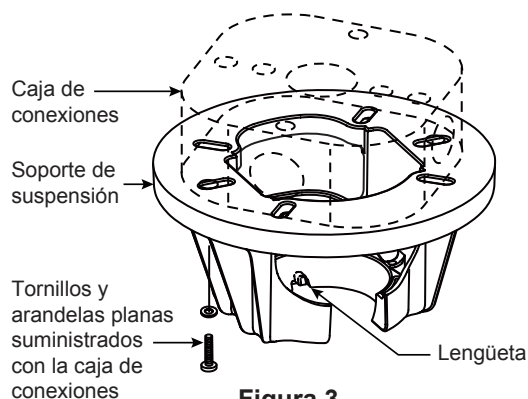
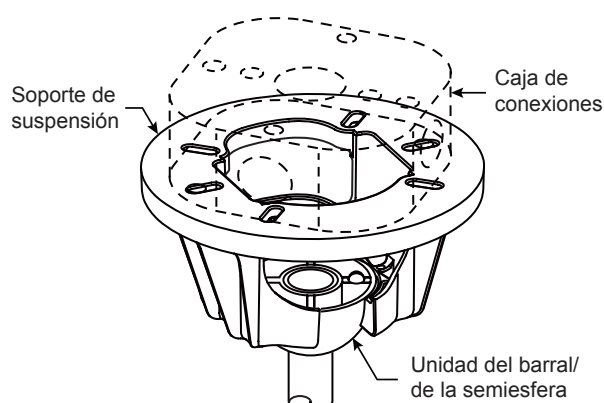

Figura 3
Figura 4
4. Coloque el soporte de la varilla y alinee los orificios de la clavija de horquilla en ambas piezas. Instale la clavija de horquilla y asegúrela con la pinza de horquilla. Fije los dos tornillos de presión y las tuercas de seguridad en el soporte de la varilla interior. Fije con seguridad el set de tornillos con el destornillador y luego fije bien las tuercas con una llave hexagonal. (Figura 4)
- ☐ 1. Fije bien el soporte de suspensión a la caja de conexiones con los tornillos y las arandelas planas suministrados con la misma. (Figura 3)
NOTA: Se deben pasar los tornillos de la caja de conexiones a través de los orificios que se encuentran en el soporte de suspensión. (Figura 3)
- ☐ 3. Con cuidado, levante el ventilador y apoye la unidad del barral/de la semiesfera en el soporte de suspensión que acaba de fijar a la caja de conexiones. (Figura 4) Asegúrese de que la ranura en la semiesfera esté alineada con el reborde del soporte de suspensión. (Figura 3)
- ☐ **3.** Realice las conexiones de cables al bloque del terminal como se muestra en la Figura 4.